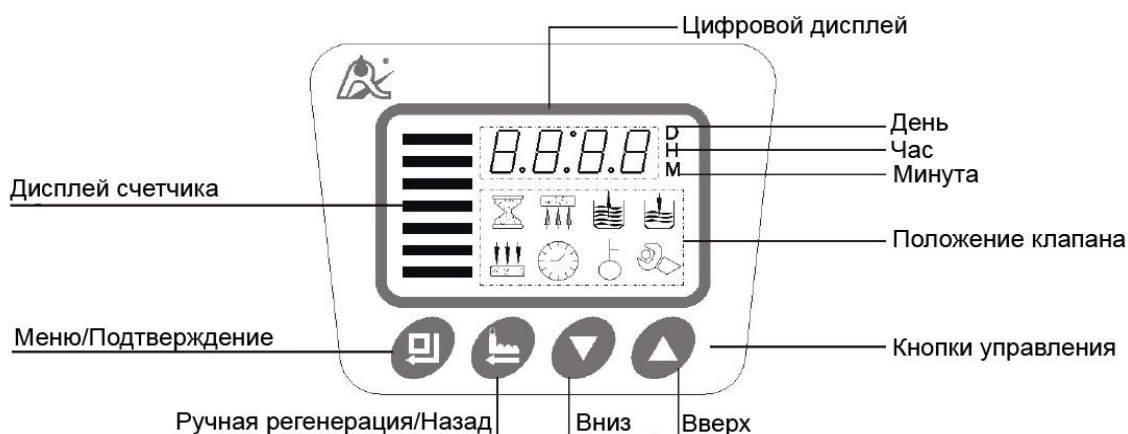

Рис.3. Панель клапана управления по времени
12.1 Клапана управления по времени (Рис.3) следующих моделей F63B1/F63C1/F65B1/ F65C1/F68A1/F69A1/F74A1 по умолчанию проводят регенерацию по дням. В рабочем положении, на экране будут показаны цифровые значения, которые меняются каждые тридцать секунд: